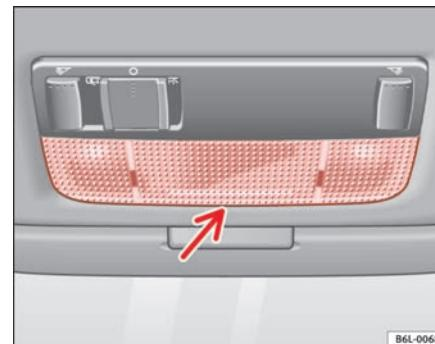

Fig. 156 Luz de lectura delantera
- Introduzca un destornillador fino por su parte plana entre la carcasa y el cristal **⇒ fig. 156**.